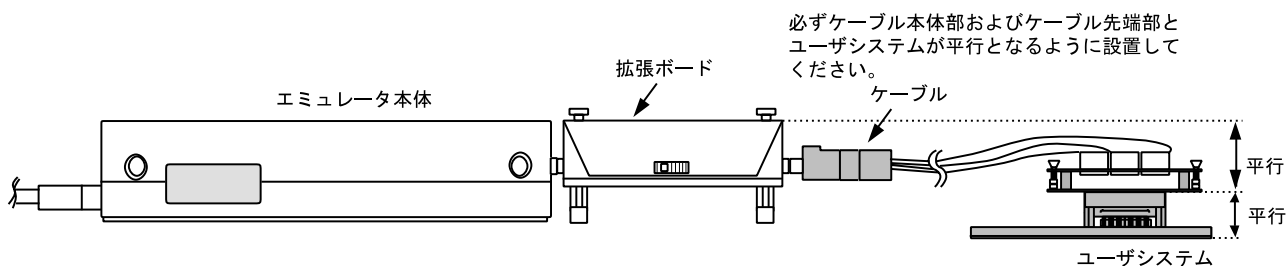

図12 設置例
- (1) ユーザシステムへの接続時には1ピン位置に十分注意して、誤接続は絶対にしないでください。
- (2) 本ユーザシステムインタフェースケーブルを使用する場合の推奨マウントパッド寸法は、MCU 実装用マウントパッド寸法とは異なりますので注意してください。
- (3) ケーブル本体部が断線する可能性がありますので、本ユーザシステムインタフェースケーブルの上に重いものや金属等の角の尖ったものを置かないでください。
- (4) ユーザシステムに接続した状態では、ユーザシステムインタフェースケーブル、特にケーブル先端部に無理な力が加わらないように注意する必要があります。図12の設置例を参照してご使用ください。